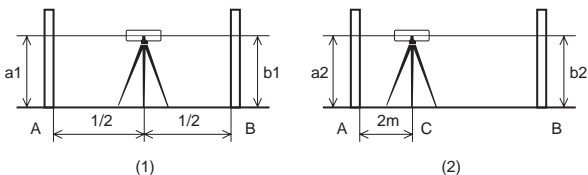

Abb. 5
- ① Errichten und horizontieren Sie das Instrument auf einem Punkt in der Mitte zwischen zwei Punkten. Stellen Sie eine Nivellierlatte auf Punkt A und B auf. Zielen Sie die Latte mit dem Fernrohr an und notieren Sie die Ablesung von a_1 und b_1 (siehe Abb. 5(1)).
- ② Stellen Sie das Instrument in etwa $2m$ Entfernung von Punkt A oder B auf (Punkt C). Horizontieren Sie das Instrument erneut und notieren Sie die Ablesung von a_2 und b_2 (siehe Abb. 5(2)). Wenn $a_1 - b_1$ nicht gleich $a_2 - b_2$ ist, ist eine Justage erforderlich.
- ① Auf Punkt C, schrauben Sie die hintere Abdeckung ab, um der Justierschrauben des Okulars zugänglich zu machen.
- ② Verwenden Sie der Justiernadel, um die Justierschrauben vorsichtig zu drehen, bis die Horizontallinie des Fadenkreuzes die Ablesung $b_2 = a_2 - (a_1 - b_1)$ auf der Latte ergibt.
- ③ Schrauben Sie nach erfolgter Justage die hintere Abdeckung wieder auf.